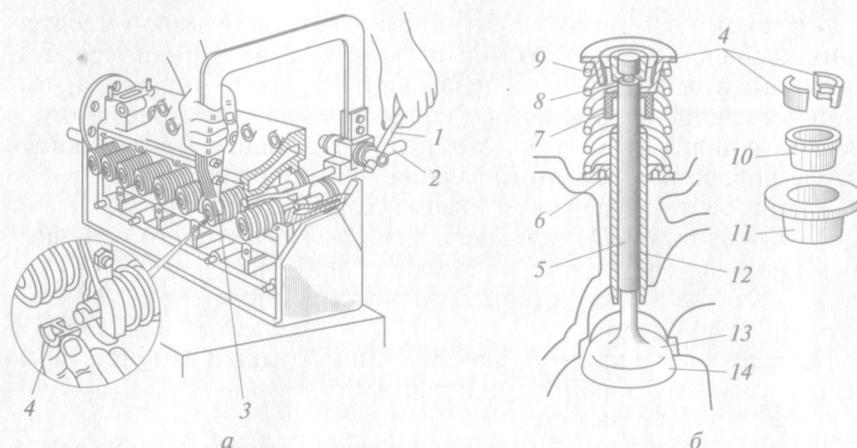

Рис. 1.3. Газораспределительный механизм двигателя ЗМЗ-53:
5. Разобрать и собрать ГРМ двигателя ЗМЗ-53 (см. рис. 1.3):